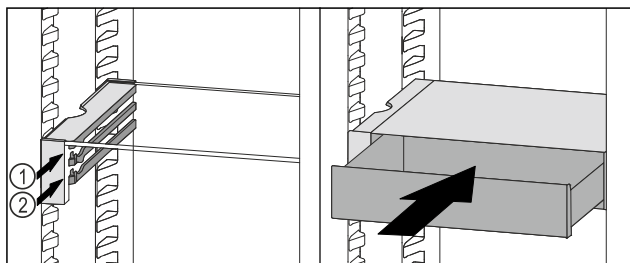

Fig. 119
- Nasadte zásuvku VarioSafe za zářezky na požadovaném žebro Fig. 119 (1) nebo Fig. 119 (2).